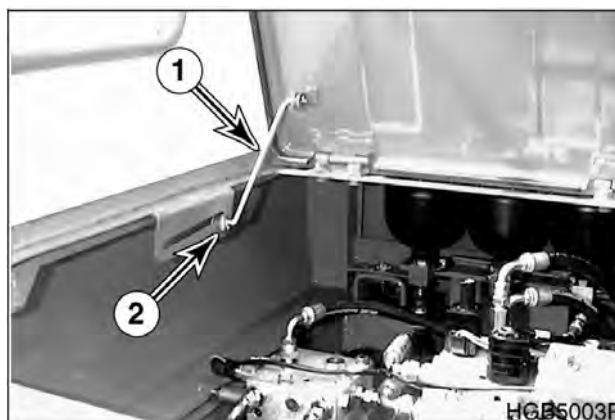

Рис. 120
Открыть дверь и вытянуть опорный стержень (1, рис. 120) в отверстие (2), пока он не заблокируется в прорези в конце щели.
Открыть дверь и вытянуть опорный стержень (1, рис. 120) в отверстие, пока он не заблокируется в прорези (2) в конце щели.